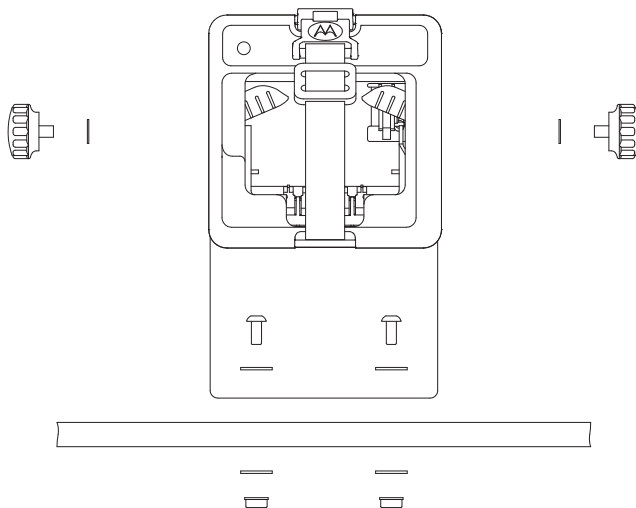

Abbildung 1 Installation des Kfz-Ladegeräts
4. Befestigen Sie die Halterung gemäß Abbildung 1, mit geeigneten Schrauben, Unterlegscheiben, Sicherungsscheiben und Muttern.
5. Setzen Sie das Gerät in die Halterung ein, und montieren Sie die Unterlegscheibe und den Gewindeknopf in das Gehäuse, wie in Abbildung 1 gezeigt.